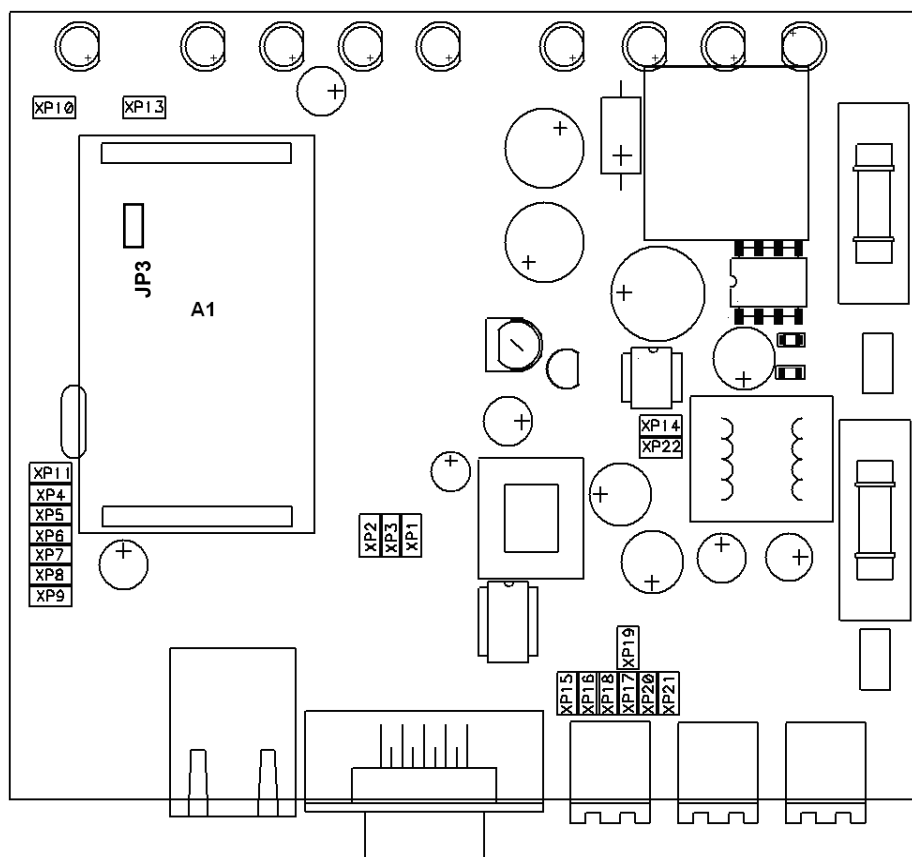
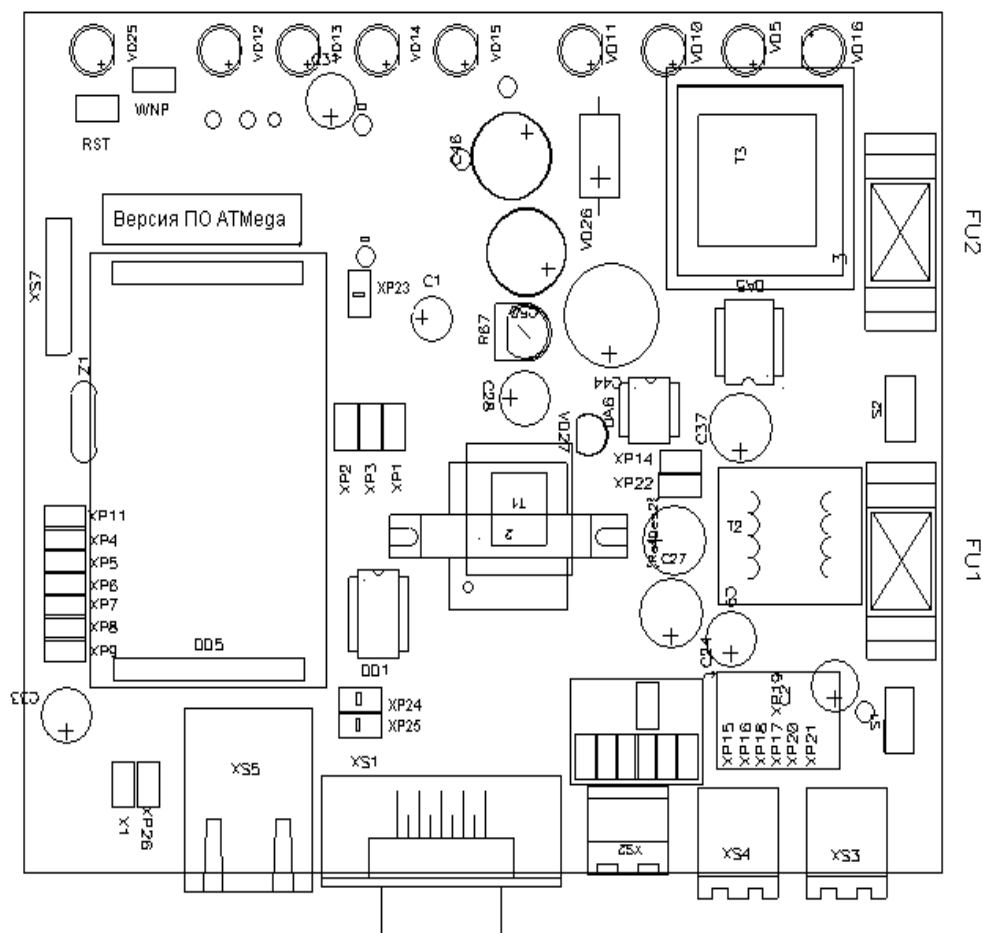

Рисунок 4.6. Расположение конфигурационных перемычек на плате коммуникатора с модулем TCP/IP.
Рисунок 4.7. Расположение конфигурационных перемычек на плате коммуникатора с модулем TCP/IP-01.
4.6 Выбор необходимой конфигурации и режима работы коммуникатора в зависимости от типа поддерживаемого устройства осуществляется конфигурационными переключками и установкой модуля TCP/IP с необходимой программой (см. таб.3.1). Расположение конфигурационных переключек приведено на рис. 4.6 (с модулем TCP/IP) и на рис. 4.7 (с модулем TCP/IP-01).
4.7. Версия программного обеспечения микроконтроллера АТМega написана на соответствующей этикетке (см. рис. 4.7).